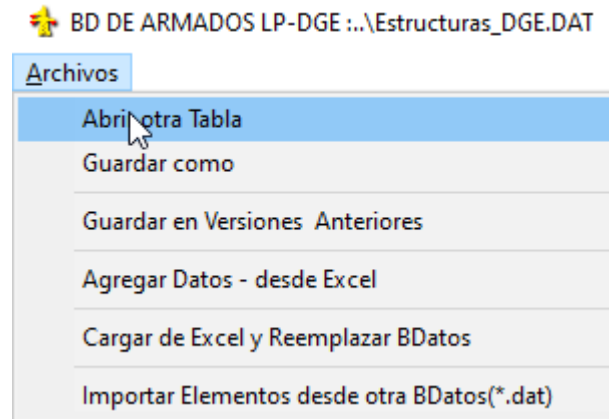

Fig. 17.5
- Para generar un nuevo archivo con otro nombre utilizar el Menú <Archivos>, Opción <Guardar como>. Ver Fig. 17.5